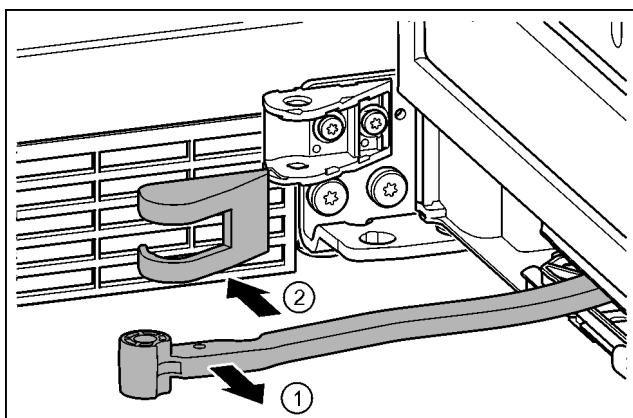

Fig. 20
- Gelenk in Richtung Tür drehen. Fig. 20 (1)
- Lagerbockabdeckung entfernen. Fig. 20 (2)